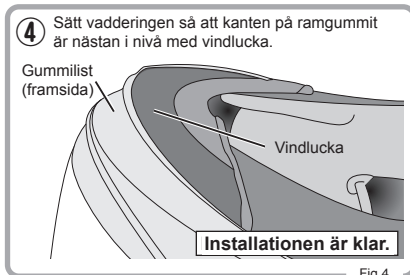

Fig. 4
- ④ Sätt vadderingen så att kanten på ramgummit är nästan i nivå med vindlucka. Monteringen av vindlucka är färdig (Fig.4).